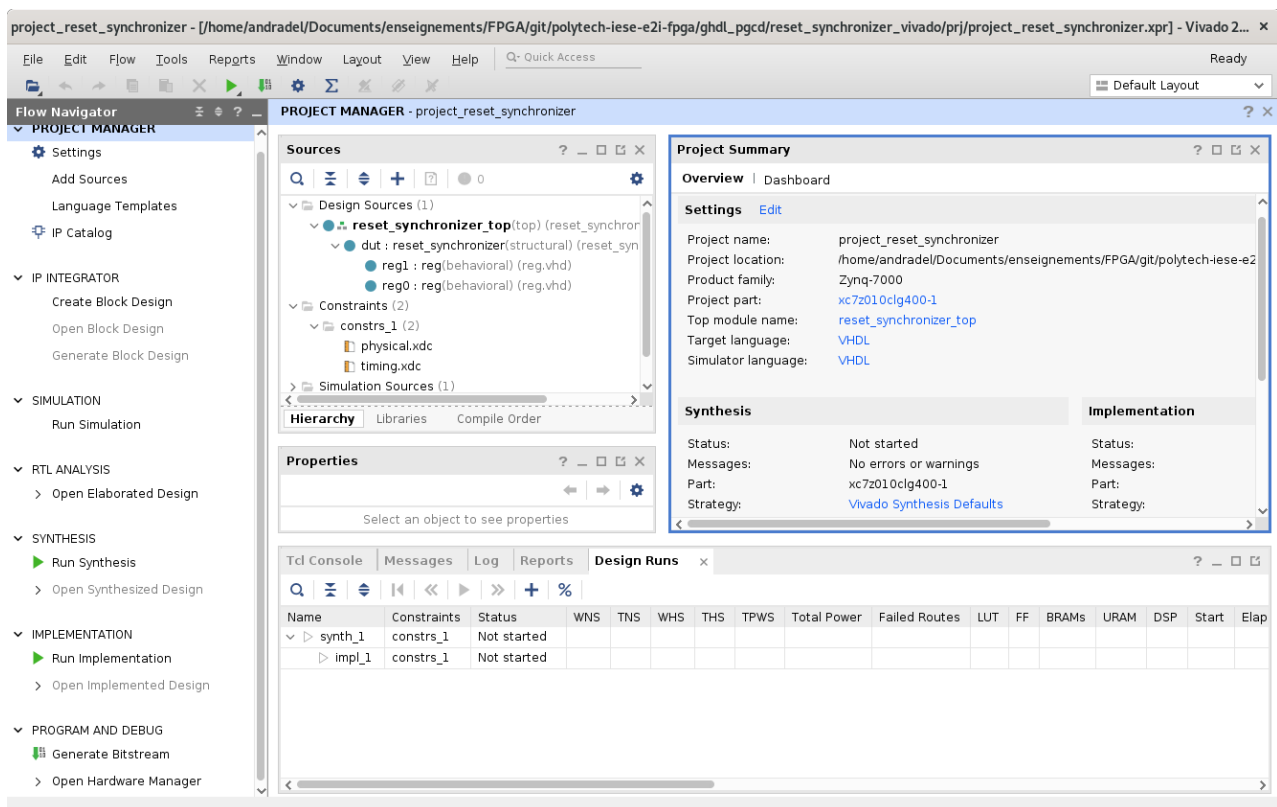

Figure 12 – Projet Vivado créée
- Une fois le projet créé, vous pouvez vérifier la hiérarchie de votre projet et tout à gauche identifier les étapes à suivre (Figure 12).